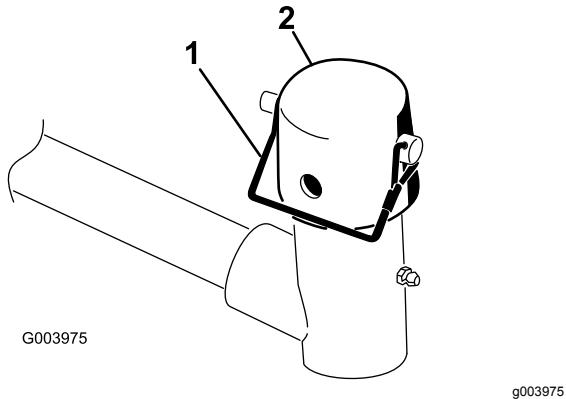

Figura 10
7. Retire el pasador de seguridad y el tapón de la horquilla de pivote del brazo de elevación (Figura 10).
11. Sujete el tapón y el eje del bastidor de tiro a la horquilla del brazo de elevación con el pasador de seguridad. Utilice la ranura si se desea una unidad de corte dirigible, y utilice el taladro si la unidad de corte va a quedar bloqueada en una posición fija (Figura 10).